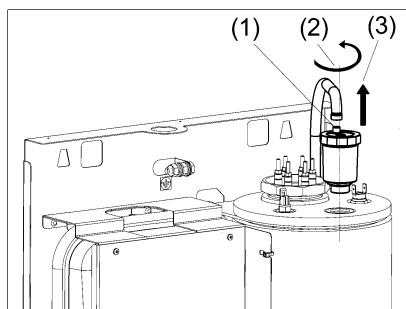

Рисунок 9. Замена воздухоотводчика
- (1) Снимите проволочный хомут и отсоедините сбросной шланг от (см. рис. 9).
- (2) Выверните воздухоотводчик (против часовой стрелки) из теплообменника.
- (3) Извлеките воздухоотводчик из теплообменника.
- (4) Замените уплотнительное резиновое кольцо (кольцо входит в комплект поставки).
- (5) Вверните по часовой стрелке новый воздухоотводчик.
- (6) Проверьте герметичность резьбового соединения.